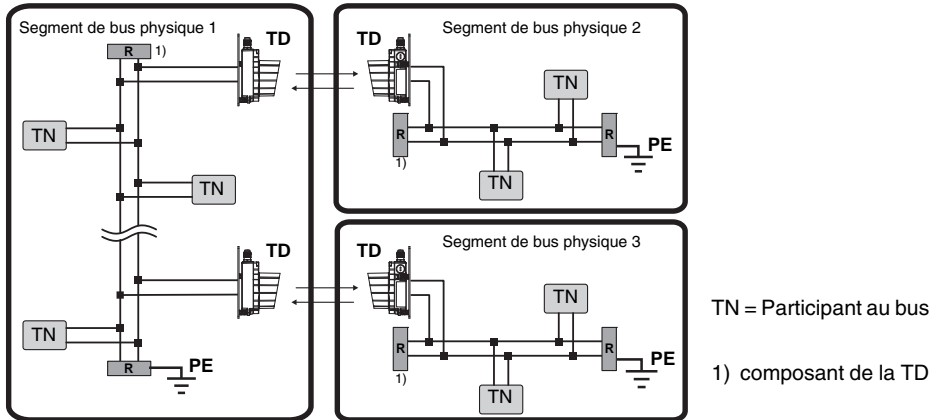

Figure 9.9: Câblage DeviceNet / CANopen
- Pour chaque segment de bus physique, les bouts de ligne de bus doivent être terminés entre CAN\_L et CAN\_H (voir figure 9.9 **R** 1).
- Le potentiel de référence CAN\_GND ne peut être relié à la terre (PE) qu'à un endroit d'un segment de bus physique (voir figure 9.9).